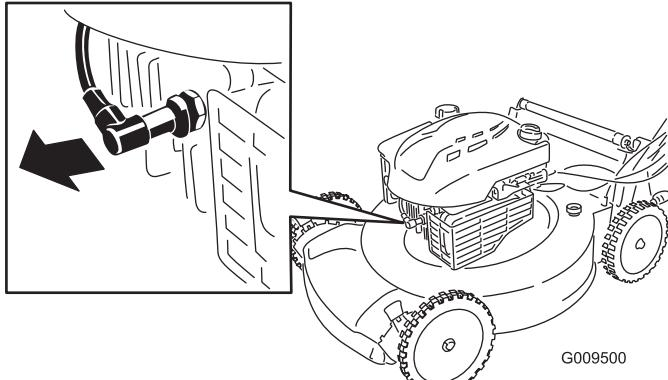

Bild 23
- Ziehen Sie das Zündkabel von der Zündkerze (Bild 23) ab, bevor Sie Wartungsarbeiten ausführen.